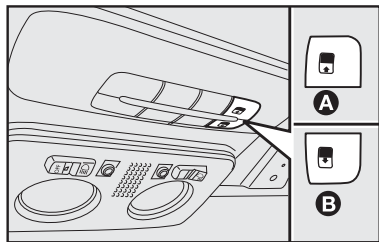

fig. 91
Acionar o botão **A-fig. 91** que permite três modalidades de abertura do vidro móvel (dianteiro).
Acionando o botão **A-fig. 91**, de completamente fechado, o vidro dianteiro passa à posição de spoiler; um segundo acionamento leva o vidro à posição de máximo conforto (menor ruído aerodinâmico); um terceiro acionamento levará o vidro à posição de máxima abertura. Depois do acionamento inicial de abertura, o vidro poderá ser parado em posição intermediária apertando novamente o botão.
Pressionando o botão **A-fig. 91**, de completamente fechado, o vidro anterior se move e para quando o botão **A-fig. 91** é novamente pressionado. Com pressões sucessivas do botão, sempre no mesmo intervalo de tempo, o vidro se moverá até alcançar a posição de máxima abertura. Esta função permite ao usuário posicionar o vidro dianteiro em posições intermediárias àquelas realizadas pela abertura automática.
Da posição de abertura em que se encontra, pressionar o botão **B-fig. 91** e, mantê-lo pressionado por mais de meio segundo, o vidro anterior do teto solar se fechará automaticamente até a próxima posição. Pressionando novamente o botão **B-fig. 91** por mais de meio segundo, o vidro dianteiro se fecha completamente.
Assegurar-se que o vidro seja completamente fechado e, caso não ocorra o fechamento, acionar o botão **B-fig. 91** novamente.
- atuar no botão **A-fig. 91** e fechar completamente o teto solar através do procedimento manual;
- pressionar o botão **A-fig. 91** até que sejam ouvidos dois ruídos (“clac”);